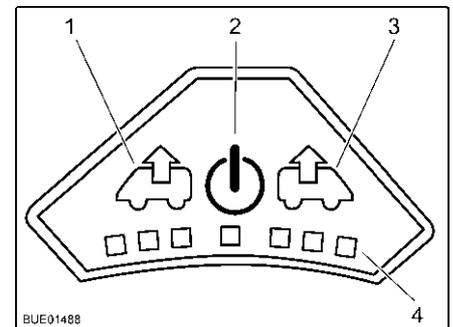

Fig. 116 Cuadro de mando del ventilador
Conectar: ■ Pulsar la tecla On/Off (Fig. 116,2). El ventilador funciona en el modo confort (extracción con la velocidad más baja del ventilador).
Extracción de aire: ■ Para aumentar la velocidad del ventilador: Pulsar la tecla de extracción (Fig. 116,1). La velocidad del ventilador aumenta un nivel en el sentido de extracción de aire. Los LEDs (Fig. 116,4) muestran los niveles de ajuste.
■ Para disminuir la velocidad del ventilador: Pulsar la tecla de ventilación (Fig. 116,3). La velocidad del ventilador disminuye un nivel.
Ventilar: ■ Para aumentar la velocidad del ventilador: Pulsar la tecla de ventilación (Fig. 116,3). La velocidad del ventilador aumenta un nivel en el sentido de ventilación. Los LEDs (Fig. 116,4) muestran los niveles de ajuste.
■ Para disminuir la velocidad del ventilador: Pulsar la tecla de extracción (Fig. 116,1). La velocidad del ventilador disminuye un nivel.
Desconectar: ■ Pulsar la tecla On/Off (Fig. 116,2). El ventilador se detiene, los LEDs se apagan.